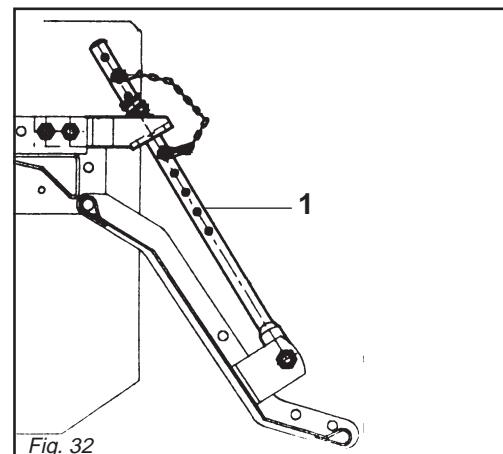

Fig. 32
- 2) Il martinetto a molla (1 Fig. 32) oltre a sostenere la lamiera livellatrice ed ammortizzarla nel trasporto su strada, serve a evitare il ribaltamento della macchina durante il parcheggio.
- 2) Besides supporting the levelling plate and acting as a shock absorber for it during road transport, the spring ram (1 Fig. 32) prevents the steerage hoe from overturning when parking.
- 2) Die Federwinde (1 Abb. 32) trägt nicht nur das Planierschild und dient beim Straßentransport zur Dämpfung von Stößen, sondern sie soll auch verhindern, daß die Maschine während des Parkens umkippt.
- 2) Le vérin à ressort (1 Fig. 32) sert de soutien à la tôle de nivellement et de suspension pendant le transport sur route, pour éviter le basculement du machine lors du stationnement.
- 2) El gato de resorte (1 Fig. 32), además de sostener la chapa de nivelación y protegerla durante el transporte en carretera, sirve para evitar el vuelco de la máquina durante el estacionamiento.